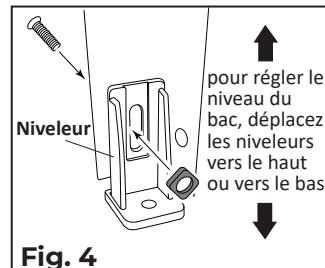

Fig. 4
- Montez le « nivelleur » sur chaque pied : notez qu'il y a deux trous dans le bas du pied à des emplacements différents. Sélectionnez le trou approprié qui permettra d'accéder à la tête de vis une fois que le bac est à l'emplacement désiré. Fixez le nivelleur à l'aide d'un boulon de $\frac{1}{4}$ po (0.63 cm) et d'un écrou, puis serrez-le à la main (NE SERREZ PAS excessivement à cette étape) (voir la fig. 4).